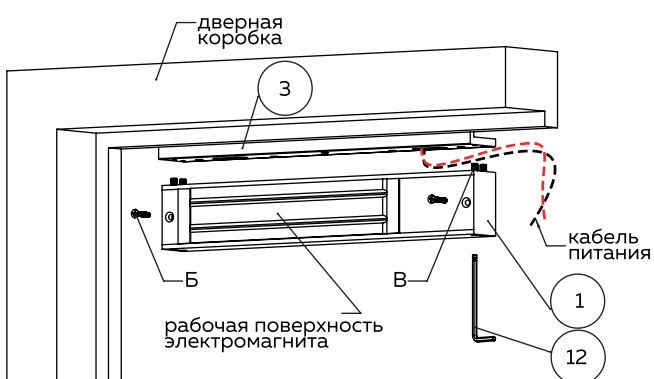

Рисунок 9
4 Через овальный паз пропустить кабель питания для замка и соединить согласно схеме подключения. Для фиксации электромагнита на уголке ③ необходимо выкрутить винты Б и затем при помощи ключа ⑫ затянуть винты В, как показано на рис.9. После установки закрутить винты Б обратно.